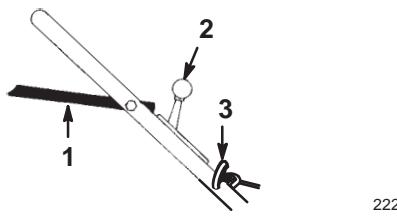

Bild 8
Der Schaltbügel, Gasbedienungshebel und der Startergriff befinden sich am oberen Griffteil, siehe Bild 8.
3. Stellen Sie den Gasbedienungshebel auf **Choke** (Bild 8).
4. Halten Sie den Schaltbügel gegen den oberen Handgriff gedrückt (Bild 8).
5. Ziehen Sie leicht am Startergriff (Bild 8), bis Sie einen Widerstand spüren. Ziehen Sie ihn dann kräftig durch. Lassen Sie das Seil langsam zum Griff zurücklaufen.